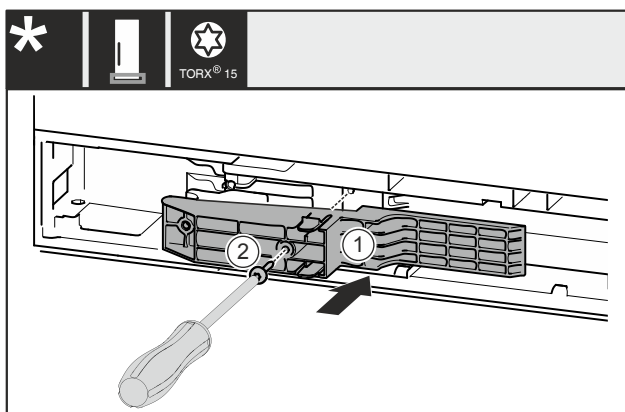

Fig. 51 *
- Aseta sovitinosa Fig. 51 (1) kahvan puolella aukkoon.*
- Kierrä ruuvi Fig. 51 (2) kiinni ruuvimeisselillä.*